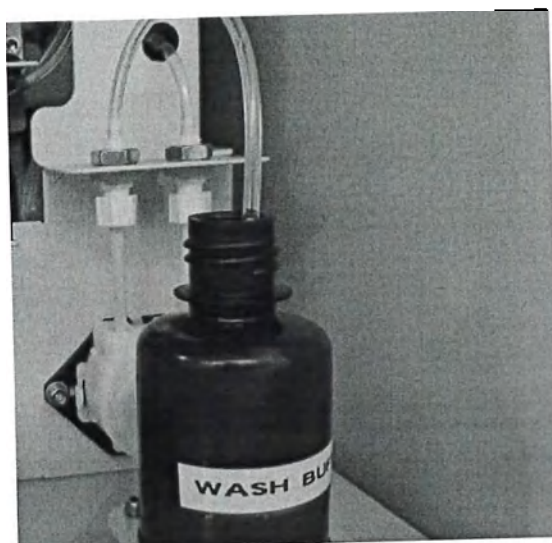

Рисунок 46
9.5.6.1 Наполните бутылку для моющего раствора дистиллированной водой и установите ее в лоток для бутылки с моющим буфером [Рисунок 46].